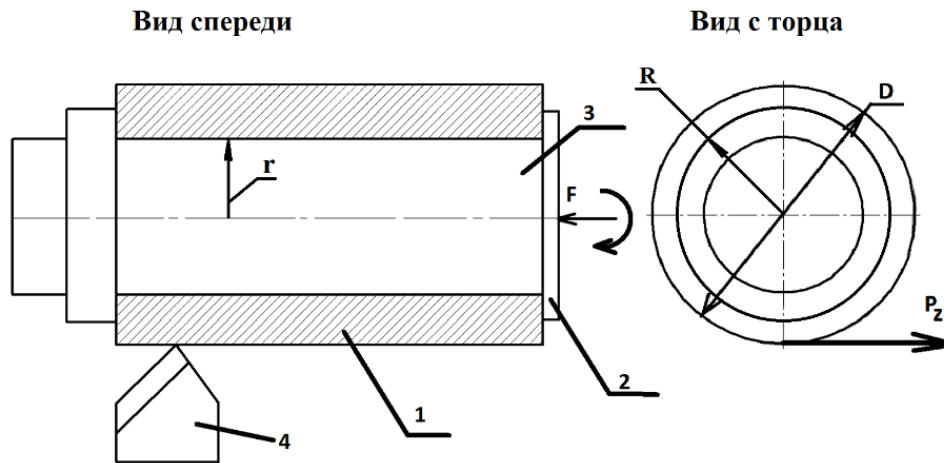

Рис. 3
Для обработки на токарном станке тонкостенной цилиндрической детали используется жесткая цилиндрическая оправка (3). Заготовка (1) опоры насаживается на эту оправку с зазором и вращается вместе с ней в патроне токарного станка. Заготовка прижимается к торцу оправки с помощью прижимной гайки (2) (рис. 3). На заготовку диаметром  $D=52 \text{ мм}$  во время обработки от резца (4) действует тангенциальная сила  $P_z=500 \text{ Н}$ . Необходимо определить минимально достаточную силу прижима  $F$  гайки (без учета коэффициента запаса) при следующих исходных данных: наружный радиус левого опорного торца оправки и гайки  $R=25 \text{ мм}$ , внутренний радиус заготовки  $r=15 \text{ мм}$ , коэффициент трения между заготовкой и торцом оправки  $f_1=0,5$ , коэффициент трения между торцом заготовки и гайкой  $f_2=0,3$ . Трением на цилиндрических поверхностях пренебречь.